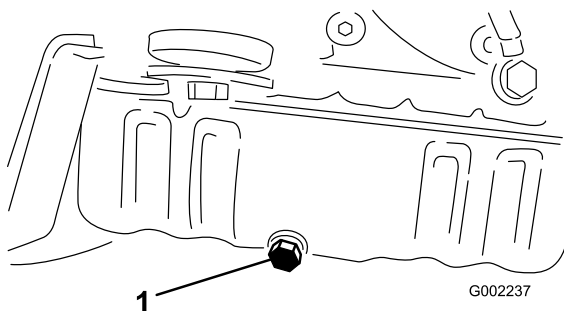

Рисунок 42
5. Снимите маслосливную пробку (Рисунок 42).